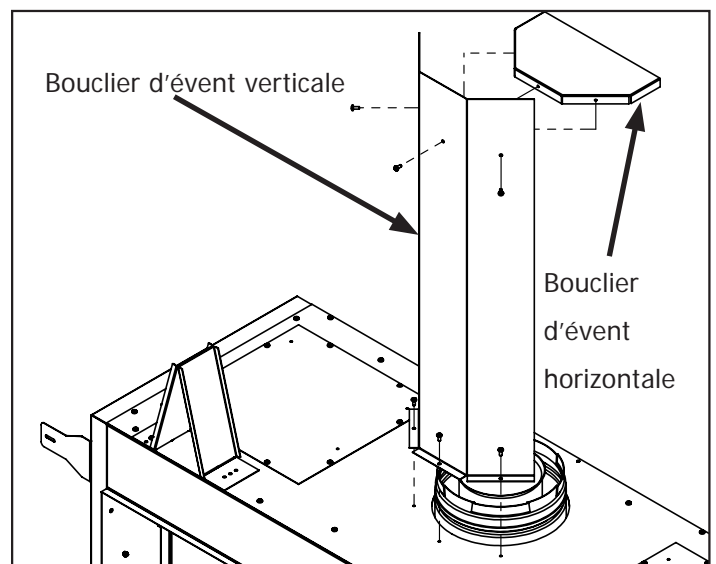

Figure 24. Installation du bouclier d'évent
**IMPORTANT:** Toutes les installations doivent avoir une certaine variation de blindage d'évent. Toutes les installations vertical doivent inclure le bouclier d'aération verticale. Le blindage d'évent horizontale est installés pour la configuration d'évent horizontale minimale. Voir Figure 24 pour l'installation de la blindage. Des vis sont installées dans l'armoire et le blindage d'aération horizontale. Utilisez un tournevis T-20 ou perceuse à retirer les vis puis installer les protections.